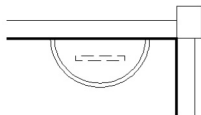
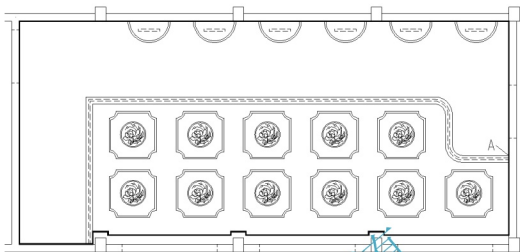
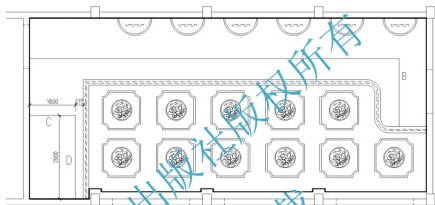

图 4.124 绘制灯管
图 4.125 阵列图形
图 4.127 绘制辅助线
(4) 用【矩形】命令绘制长度为 604mm、宽度为 64mm 的灯管，并将其线型改为 HIDDEN，结果如图 4.124 所示。
(5) 启动【阵列】命令，打开【阵列】对话框，设置为 1 行、6 列、列偏移-1850，选择图 4.124 内的顶棚造型为阵列对象，结果如图 4.125 所示。
- (1) 将【灯具】层设置为当前层，打开【正交】、【对象捕捉】和【对象追踪】功能。
(2) 单击【绘图】工具栏上的【直线】图标或在命令行输入“L”后按 Enter 键，启动【直线】命令。
① 在_line 指定第一点: 提示下，捕捉如图 4.125 所示的 A 处，但不单击，将光标水平向左慢慢拖动，拖出虚线后，输入“950”并按 Enter 键。
② 在指定下一点或 [放弃(U)]: 提示下，垂直向上拖动光标，并在命令行输入“2380”后按 Enter 键。
③ 在指定下一点或 [放弃(U)]: 提示下，水平向左拖动光标，并在命令行输入“12890”后按 Enter 键结束命令，结果如图 4.127 所示。
(3) 参照图 4.127 所示的尺寸，用相同的方法绘制酒吧上部的辅助线。
(1) 选择菜单栏中的【绘图】|【点】|【定距等分】命令，或在命令行输入“Me”后按 Enter 键，启动【定距等分】命令。
① 在选择要定距等分的对象: 提示下，在图 4.127 中的 A 线的右半部分单击。